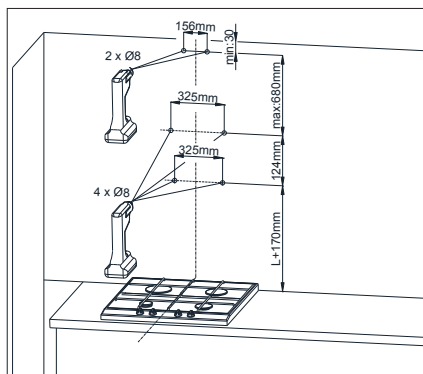

Fig.10 Dimensiones del montaje
1. Definir el eje de la cocina y proyectarlo sobre la pared, donde se montará la campana. Marcar todos los puntos característicos de la fijación de la campana. Hacer las aberturas con el taladro. (Fig.10)